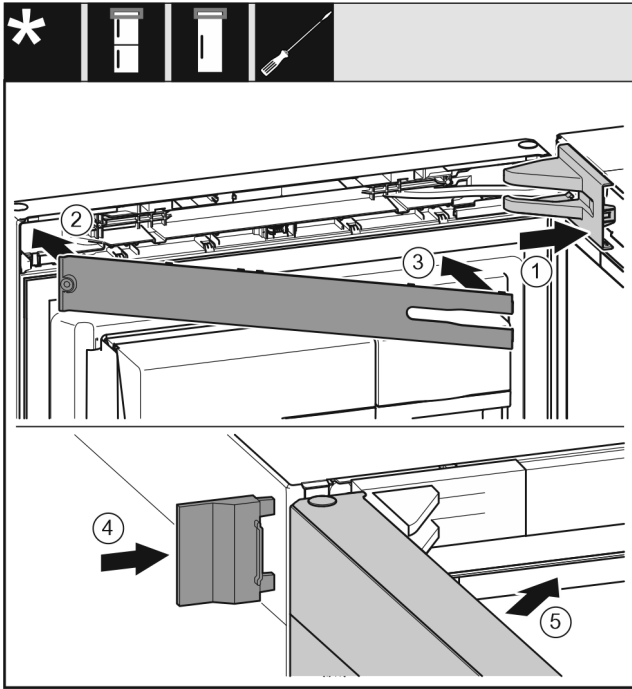

Fig. 31
- ▶ Nasadte a zaklapněte kryt stojanu ložiska Fig. 31 (1), příp. opatrně přitlačte od sebe.
- ▶ Nasadte záslepku Fig. 31 (2).
- ▶ Záslepka Fig. 31 (3)
- ▶ Vnější kryt Fig. 31 (4) nasuňte.
- ▶ Zavřete horní dveře Fig. 31 (5).